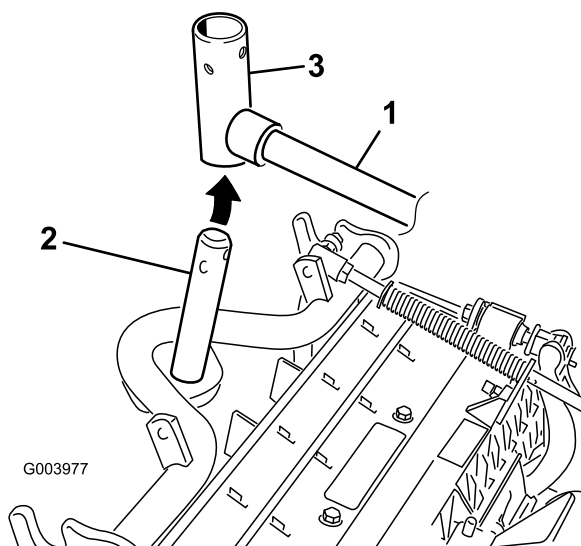

Figura 11
8. Nas unidades de corte dianteiras, faça deslizar uma unidade de corte sob o braço de elevação enquanto insere o veio da estrutura de suporte para cima para dentro da forquilha de articulação do braço de elevação (Figura 11).
- B. Insira a forquilha do braço de elevação no veio da estrutura de suporte (Figura 11).